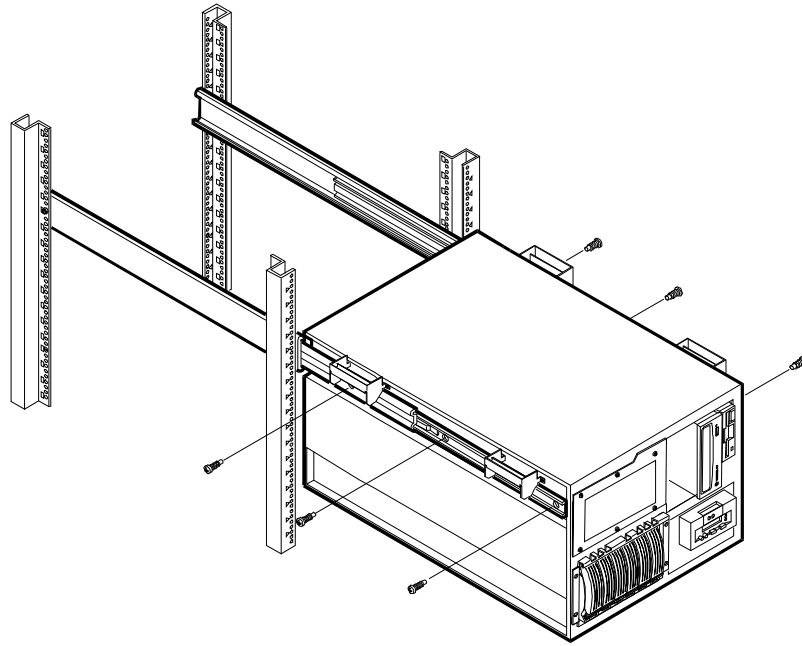

Abbildung 8-14. Einführen der Schrauben durch die Schienen in das Server-Gehäuse
5. Belassen Sie den NetServer so, daß dessen Haltegriffe auf den Schienen aufliegen, während Sie die Befestigungslöcher im oberen Gehäusebereich des HP NetServers LH 3r mit den Schraubenlöchern in den Schienen ausrichten (siehe Abbildung 8-14).
6. Führen Sie alle drei Schrauben an beiden Schienen durch deren Löcher in den HP NetServer LH 3r ein, so daß die Schienen fest mit dem Server verbunden sind (siehe Abbildung 8-14).